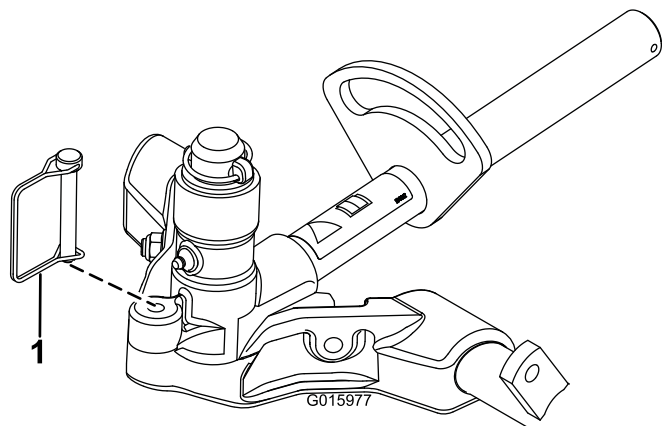

图 17
12. 要锁定滚刀组的转向请用锁扣销图 17将轴枢固定到承载架上。